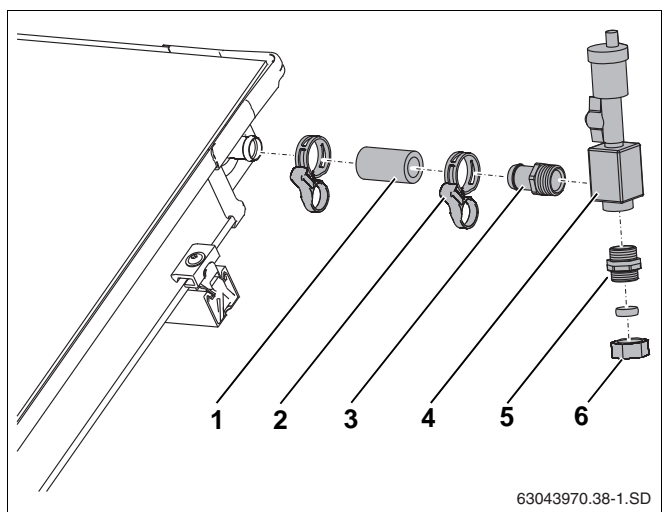

Fig. 60 Tilslutning af udlufter på tag
- ▶ Sæt den korte solvarmeslange (55 mm, fig. 60, **pos. 1**) på solfangerens fremløbstilslutning, og fastgør med fjederbånd.
- ▶ Skru slangetyullet R $\frac{3}{4}$ med o-ring (fig. 60, **pos. 3**) ind i luftkoppen (fig. 60, **pos. 4**).
- ▶ Sæt slangetyullet (fig. 60, **pos. 3**) ind i solvarmeslangen til anslag, og fastgør med fjederbåndene (fig. 60, **pos. 2**).
- ▶ Skru dobbeltnippen ind i luftkoppen med o-ring (fig. 60, **pos. 5**).
- ▶ Slut samleledningen til klemringsforskrningen (18 mm) (fig. 60, **pos. 6**).